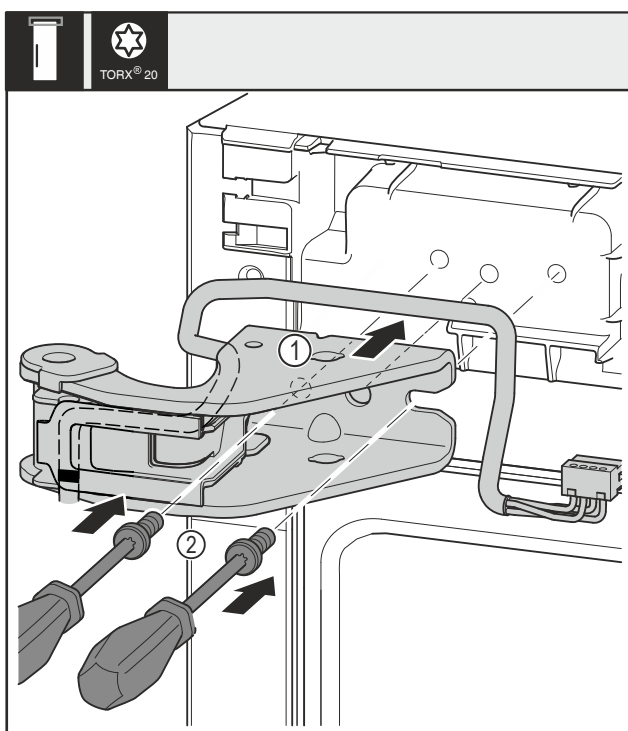

Fig. 21
- Nasadte horní stojan ložiska Fig. 21 (1).
- Šroubovákem vsadte šrouby Fig. 21 (2) a utáhněte.